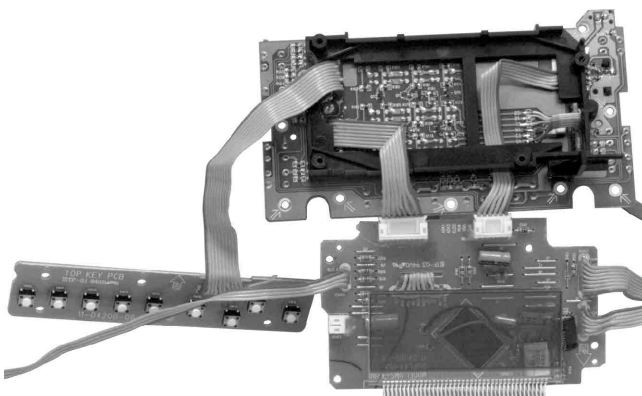

Fig. 16
- Die Front-Platte und die Display-Platte lassen sich jetzt auseinander klappen (Fig. 16).
- The front board and the display board can now be spread apart (Fig. 16).